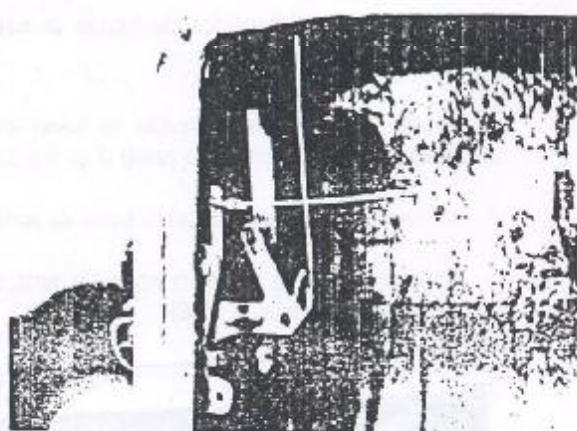

Figura 8.37.4 - Ensaixe da haste na lingueta do trinco
8. Desencaixar a haste do pino de trava, da lingueta do trinco, e remover o conjunto do pino e haste (Figura 8.37.4).
9. Desencaixar a haste do cilindro da fechadura, da lingueta do trinco (Figura 8.37.4).
4. Instalar e encaixar a haste do cilindro da fechadura, na lingueta do trinco (Figura 8.37.4).
5. Posicionar o conjunto do pino de trava e haste e encaixar a haste, na lingueta do trinco (Figura 8.37.4).